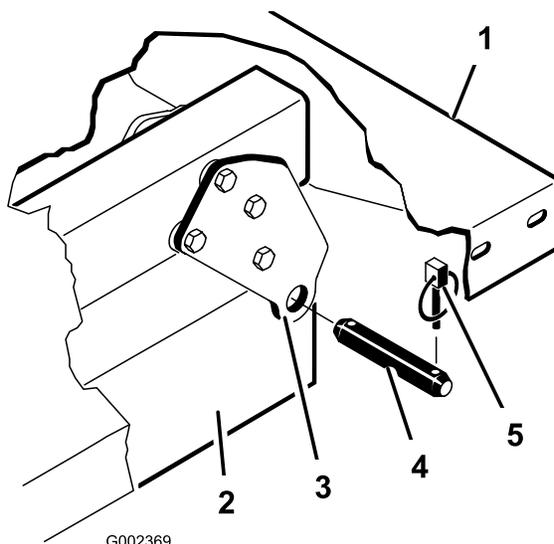

図 4
5. シリンダロッドの端部を荷台取り付けプレートのスロットに固定しているクレビスピンを外す(図 4)。
6. ピボットブラケットをフレームに固定しているリンチピンとクレビスピンを外す 図 4。